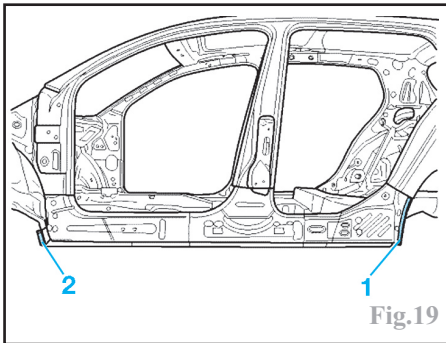

Fig.19
Perçer des trous de $\varnothing 7\text{mm}$. Appliquer de la colle haute résistance dans la zone (1) et de la colle d'étanchéité dans la zone (2), réaliser dans la zone (2) des cordons de $\varnothing 3,5\text{ mm}$ (Fig.19)